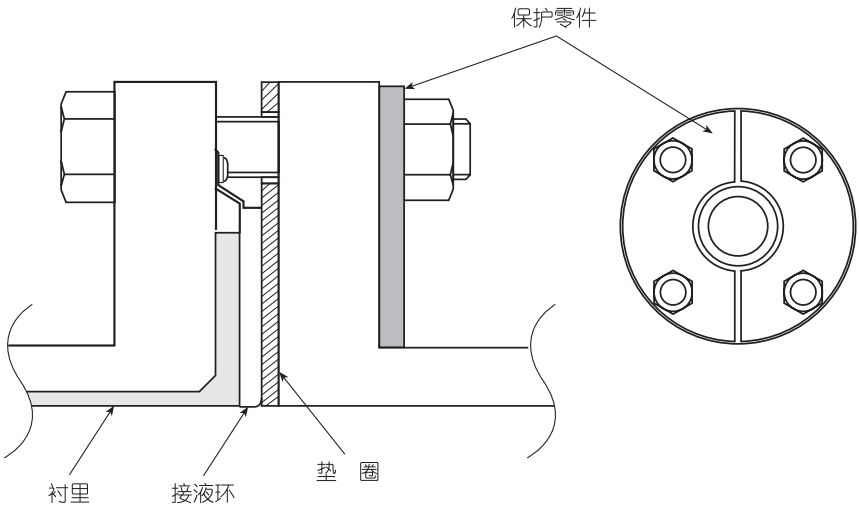

图 2-10 使用保护零件
- 保护零件： 按规定的力矩紧固，可能会发生氯乙烯配管变形或损坏的场合必须用保护零件。请使用厚度为 6mm 以上的不锈钢材等作为保护零 件，使紧固螺帽后管道不发生变形。零件的形状参照图 2-10。
2. 按规定的紧固力矩安装担心氯乙烯配管变形损坏的场合请使用保护零件如图 2-10 所示，金属保护零件安装在氯乙烯法兰外侧夹住氯乙烯法兰，做到即使用规定的紧固力矩也不会使配管变形或损坏，安装上检测器，紧固力矩参照 2-9~10 页的表 2-1。另外，垫圈的内径可参照 2-13 页的表 2-2。